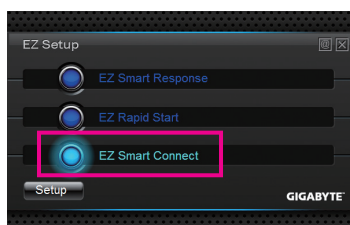

図 1
**EZ Smart Connect**を選択し、**Setup**をクリックします。その後、システムを再起動します。システムは再起動し、BIOSセットアップで自動的に**Intel Smart Connect Technology**を有効にします。(図 1)